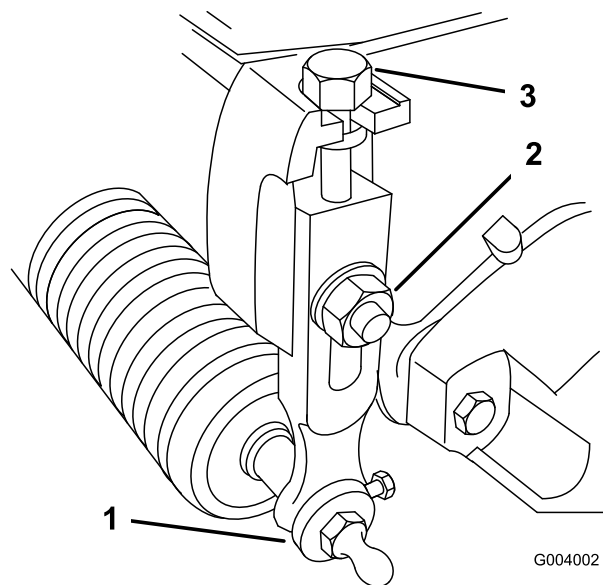

Figure 8
1. Desserrez les contre-écrous qui fixent les bras de hauteur de coupe aux plaques latérales du plateau de coupe (Figure 8).